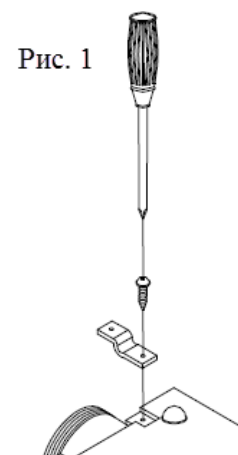

Рис. 1
2. Закрепите крепежные пластины на корпусе канализационного насоса при помощи винтов (Рис. 1).